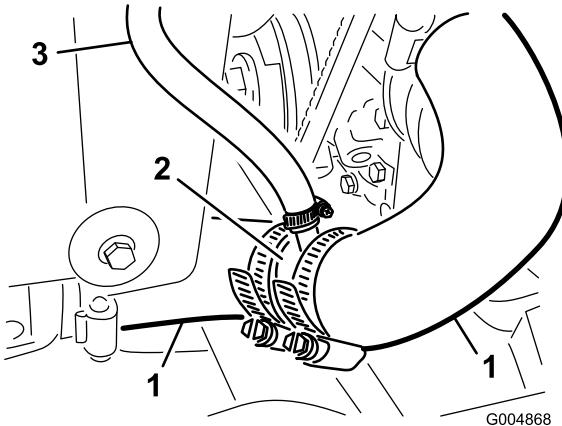
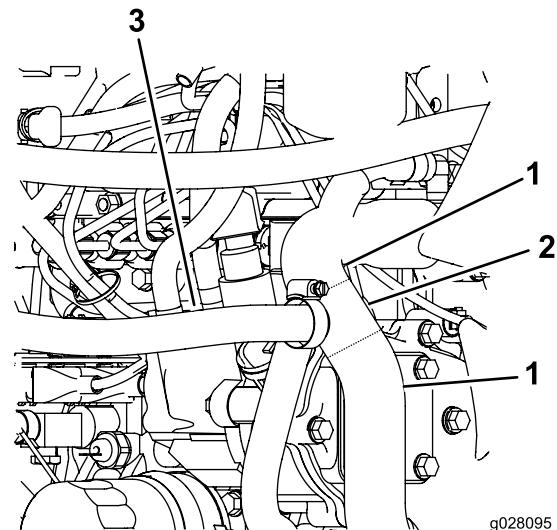

Figure 12
Figure 13
10. Branchez le raccord en T aux flexibles et fixez-les avec les colliers, comme montré à la Figure 12 et la Figure 13.
11. Branchez l'extrémité libre du flexible de retour au raccord en T neuf du flexible de radiateur (Figure 12).